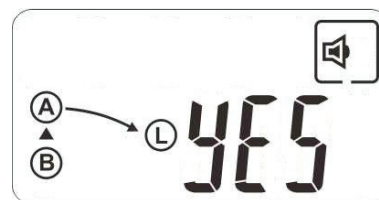

Fig. 8. Pantalla de solicitud de confirmación de transferencia.
- Mantenga presionada la tecla (b) del panel de control durante como mínimo dos segundos hasta escuchar dos breves pitidos. Se mostrará en pantalla la ilustración de la Fig. 8. Para confirmar la transferencia, pulsar de nuevo durante más de dos segundos sobre tecla (b) del panel de control. El sistema conmutará sobre la «ENTRADA B» la alimentación de la carga a condición de que la tensión y/o frecuencia